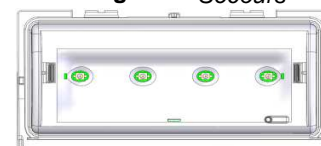

Fig.4 "Eteint"
- Exécuter un ordre d'extinction via la télécommande : *Les Leds s'éteignent* (fig.4)